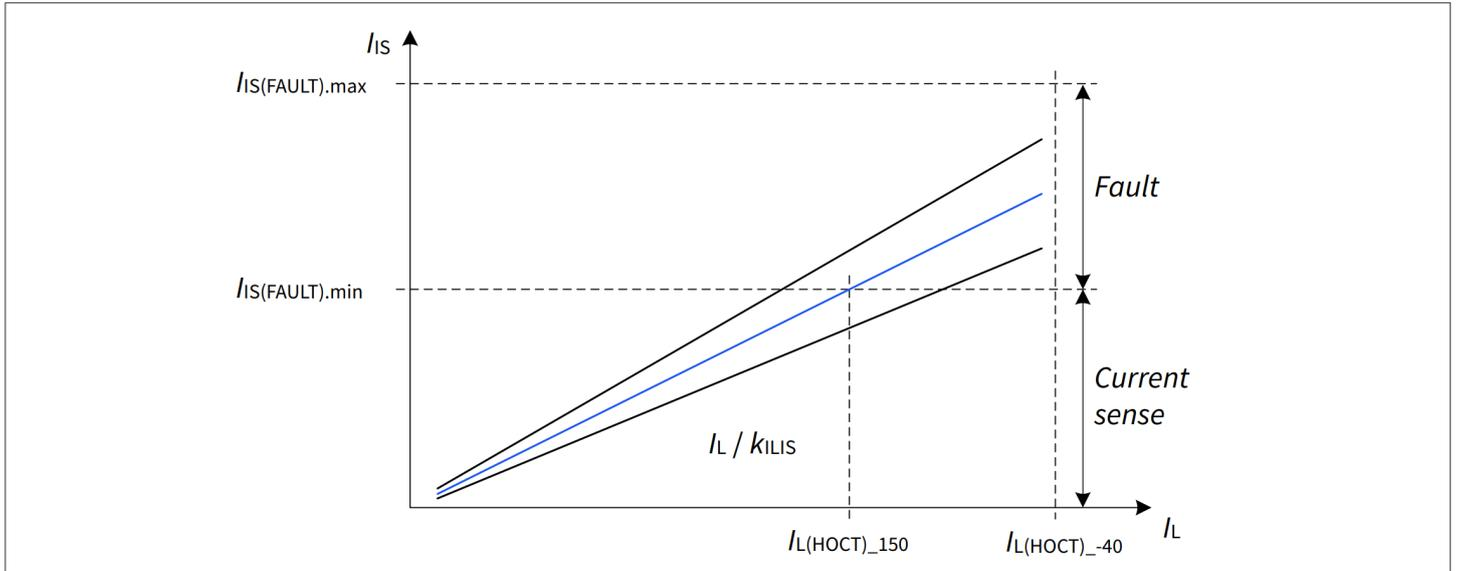

Figure 46 Current sense behavior - overview
- 没有故障 (如第 8.3 章所述) 存在或被锁定 (见 图46 了解更多详细信息)
图46 显示了 $I_{IS} = I_L / k_{ILIS}$ 、 $I_{IS(SAT)}$ 和 $I_{IS(FAULT)}$ 之间的关系。
- 无故障（如 第8.3章 所述）存在或被锁定（见图46了解更多详情）